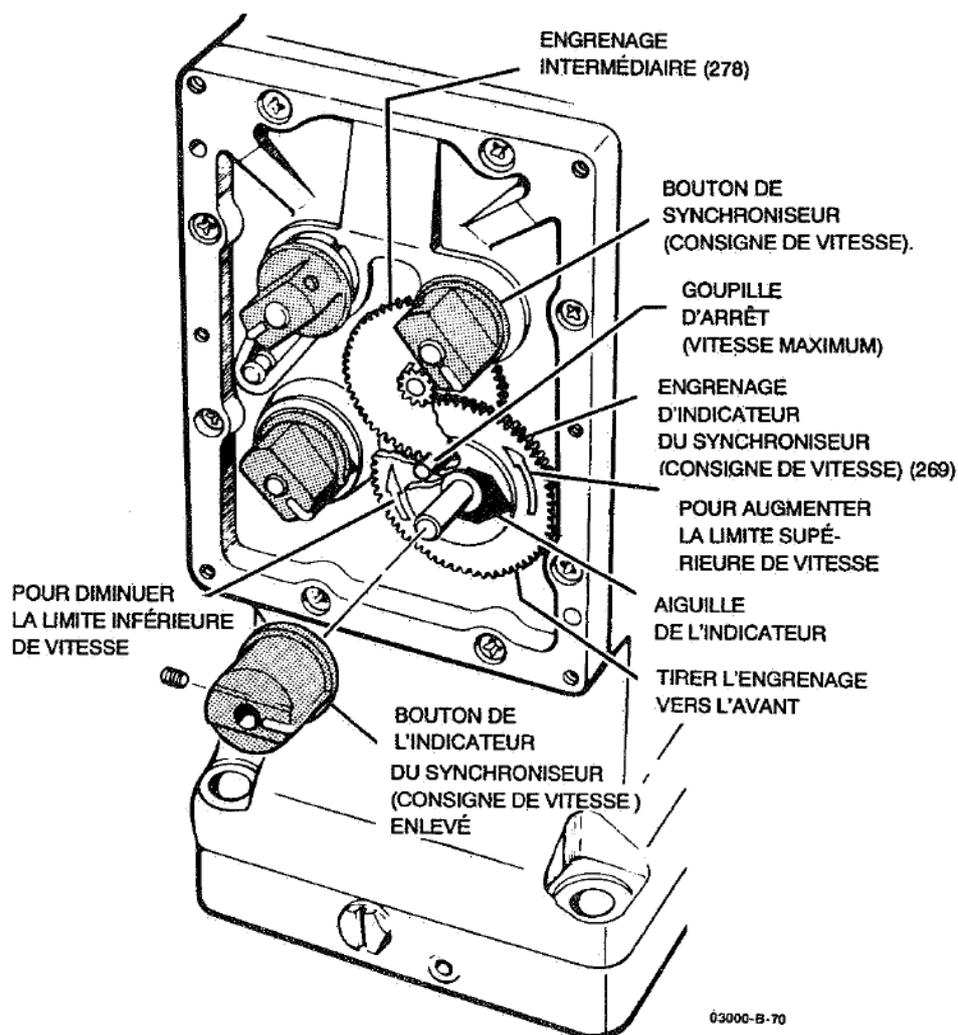

Figure 4-1. Réglage des limites inférieures et supérieures de vitesse sur le régulateur à cadran UG
13. Réglez la limite de vitesse maximum et/ou minimum du régulateur. Ce réglage peut également se faire pendant que le moteur d'entraînement tourne. Pour effectuer ce réglage, enlevez d'abord la plaque du cadran du régulateur (voir figure 4-1)